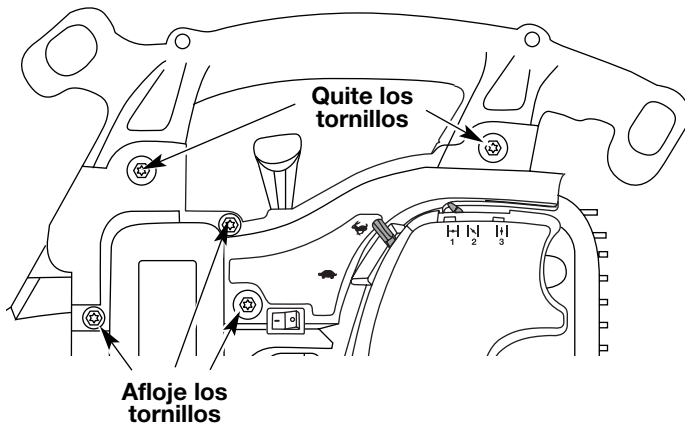

Fig. 34
1. Quite los dos (2) tornillos de la manija utilizando un destornillador de hoja plana, o un destornillador de cabeza torx del número T20, mientras sujeta las tuercas con una llave para tuercas de 3/8" (Fig. 34).
2. Saque el perno superior situado cerca de la manija de la cuerda del arrancador con las herramientas mencionadas en el paso 1 (Fig. 34).
3. Afloje los tres (3) tornillos situado cerca de la parte superior de la bisagra de la puerta con las mismas herramientas mencionadas en Fig. 34.